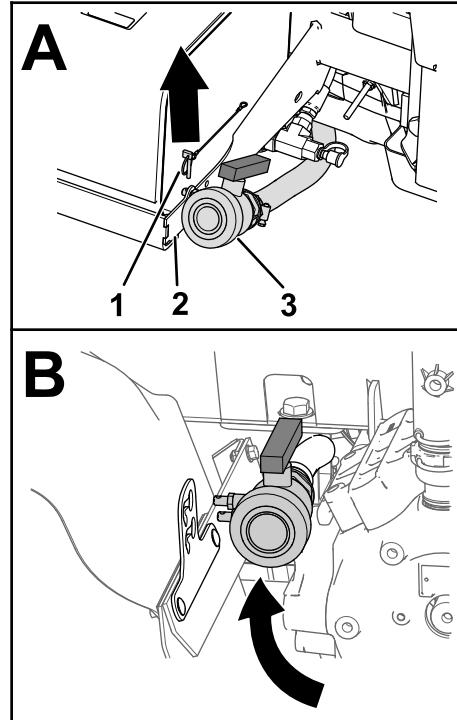

Figura 13
1. Retire el pasador de seguridad que sujetla la válvula de drenaje al soporte del depósito (Figura 13).
2. Sitúe la válvula de drenaje entre la aleta izquierda trasera y la bomba del fumigador (Figura 13).